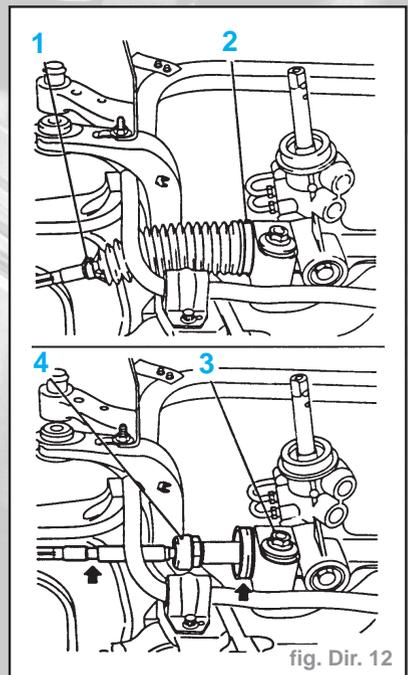

fig. Dir. 12
• sur des véhicules équipés d'un réservoir d'huile angulaire (II) : déposer les écrous de fixation (3) et (4) du mécanisme de direction et du corps d'essieu avant. Démontez l'unité d'alimentation électro-hydraulique avec conduite de pression et de retour du mécanisme de direction et démontez le corps d'essieu avant.
- Desserrer les bandes de retenue (1) et (2) des soufflets à droite et à gauche. Retirer les deux soufflets du mécanisme de direction et les repousser sur les bielles de connexion.
- Déposer les bielles (4) à droite et à gauche à l'aide de l'outil **KM-6004-1 (SW 32)** ou de l'outil **KM-6004-2 (SW 34)** du mécanisme de direction, contretenir avec une clé à fourche sur le méplat côté arbre de direction à la crémaillère (fig. Dir. 12).
ou **KM-6004-2 (SW 34)** sur le mécanisme de direction, couple de serrage **9 daN.m**. Contre-tenir avec une clé à fourche sur le méplat côté arbre de direction à la crémaillère. Ensuite, faire glisser les deux soufflets sur le mécanisme de direction, veiller à ce que le soufflet repose dans les rainures (flèches) du mécanisme de direction et de la biellette de connexion (fig. Dir. 12).